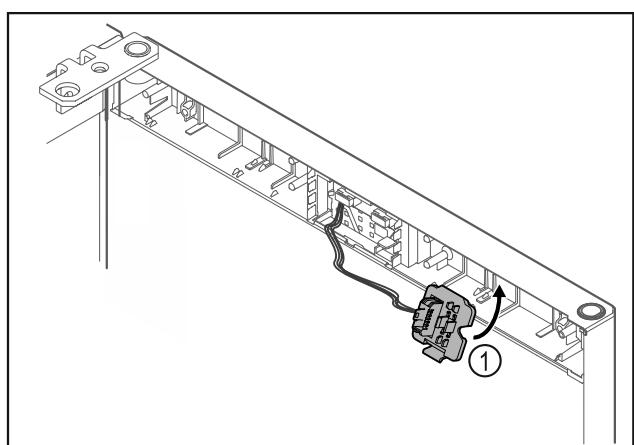

Fig. 23
► Uglavite držač utikača Fig. 23 (1) na suprotnu stranu.